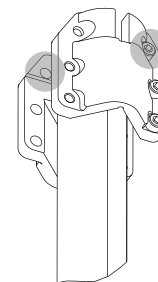

Рис. 50. Затяните два наружных винта
5. Затяните два наружных винта. Момент затяжки составляет $10 \text{ Н}\cdot\text{м} \pm 10\%$. См. рис. 50.
17. Затяните два наружных винта; см. рис. 50. Момент затяжки составляет $10 \text{ Н}\cdot\text{м} \pm 10\%$.